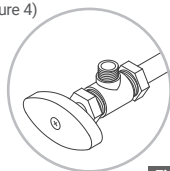

Figure 3
• Si la sortie de la vanne d'angle est de 3/8", elle peut être directement connectée à l'arrivée d'eau. (Figure 3)